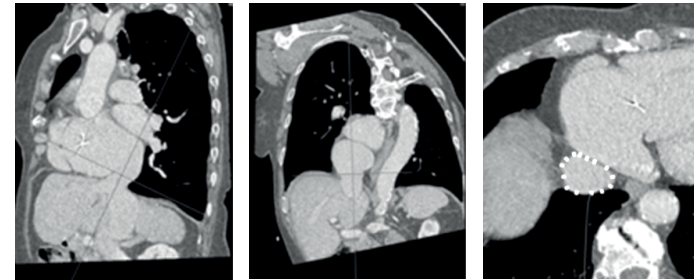

Figura 9: Ajuste los planos
1. Coloque el centro de la intersección de la línea en el punto de interés. Repita para los 3 planos presentados en la pantalla MPR 3D (figura 9).